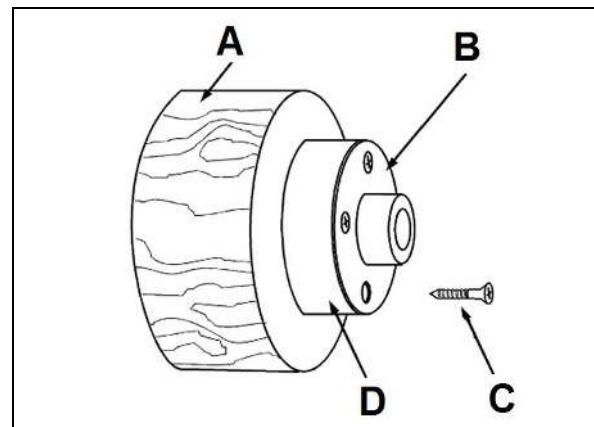

Fig 15
Befestigen Sie das Werkstück (A, Fig 15) mit 4 Messing-Holzschrauben (C) direkt an der Aufspansscheibe. Seien Sie vorsichtig bei der Schraubenwahl. Zu lange Schrauben ragen in den Zerspanungsbereich und zu kurze ergeben keine sichere Aufspannung.